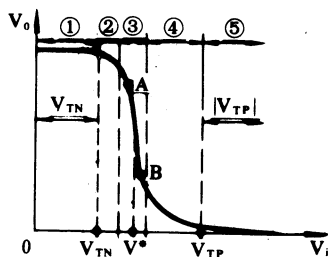

图 3 反相器直流传输特性
同的工作状态，其直流传输特性如图 3 所示。从图中可以看到，在第③工作区中，A、B 两点间基本是一直线，这正是在模拟电路中所需要的。
我们知道，晶体三极管用作放大器时，其工作原理是，当输入电流 i_b 有一微小变化时，在其输出特性曲线上输出电流（集电极电流 i_c ）有较大范围变化（依管子的 β 参数而定）且要求其变化量与 i_b 的变化量成正比关系，也即线性关系。我们在讨论图 3 时发现，